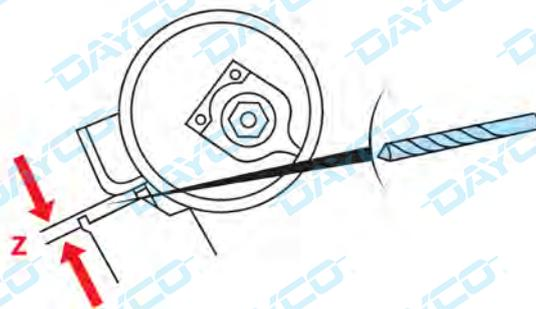

Fig. 4
- Verificare che la quota Z sia 4 mm +/- 1 (Fig. 4).